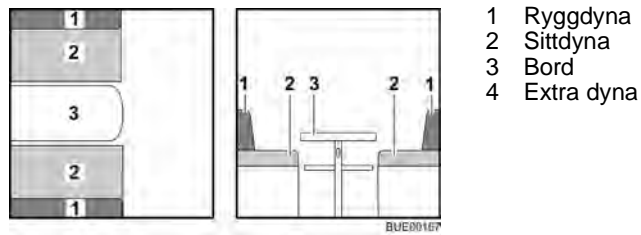

Bild 86 Före ombyggnaden
- Bygg om bordet (Bild 86,3) till sängbotten (se avsnitt 6.11).
- Tag bort ryggdynorna (Bild 86,1) och lägg dem åt sidan.